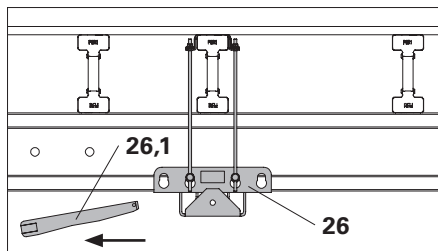

Fig. B2.10a
2. Spingere indietro e togliere il cuneo (26.1) della testa per tavoli TK (26). (Fig. B2.10a)